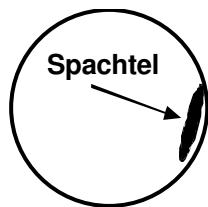

Abb. 1
7. Nach dieser Vormischung (einige Sekunden), drücken Sie den Knopf für schnelle Geschwindigkeit (Hase) kneten Sie nun die Mischung indem Sie sie mit der Spachtel gegen die Innenwand der Schüssel drücken (Abb. 1).